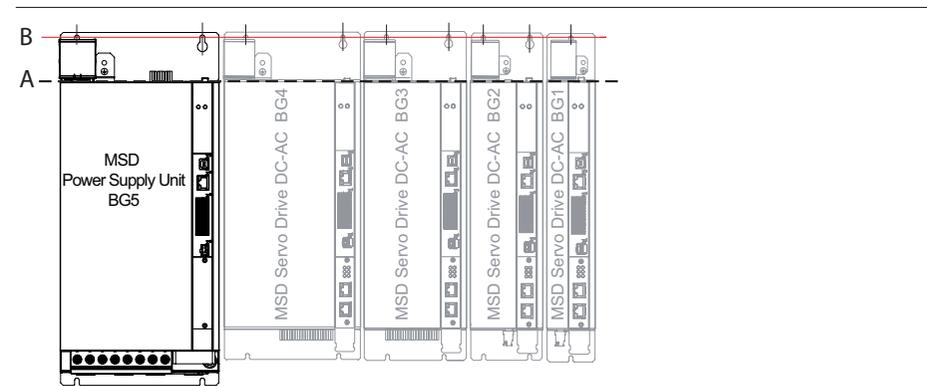
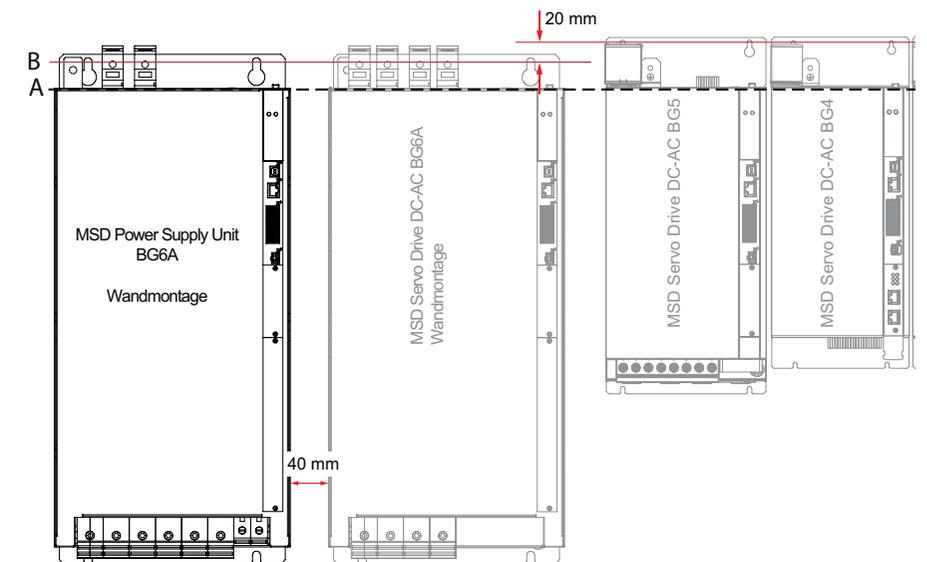

Bild 3.8 Ausrichtung DC-AC Servoregler an Versorgungseinheit BG5 (Beispiel)
Bild 3.9 Ausrichtung DC-AC Servoregler an Versorgungseinheit BG6A (Beispiel)
Eine Ausnahme bilden Geräte der Baugröße BG6A in der Gehäusevariante Luftkühlung. Der Montageabstand zwischen zwei BG6A Geräten beträgt 40 mm (siehe Bild 3.9).
1.	<p>Ordnen Sie die Geräte von der Versorgungseinheit ausgehend rechts oder/und links nach Leistung sortiert in absteigender Reihenfolge an, um thermische Beeinflussung zu minimieren.</p> <ul style="list-style-type: none"> Richten Sie alle DC-AC Servoregler und die Versorgungseinheit BG5 auf einer Linie entlang der Geräteoberkante (siehe Linie A in Bild 3.8) aus, um die DC-Link Verbindungen durchführen zu können. Richten Sie alle DC-AC Servoregler und die Versorgungseinheit BG6A auf einer Linie entlang der Geräte-Oberkante aus (siehe Linie A in Bild 3.9). Das ist notwendig, um die DC-Link Verbindungen durchführen zu können. Versetzen Sie die Montagebohrungen des DC-AC Servoreglers BG6A und der Versorgungseinheit BG6A um ca. 20 mm nach unten (siehe rote Linie B in Bild 3.9).